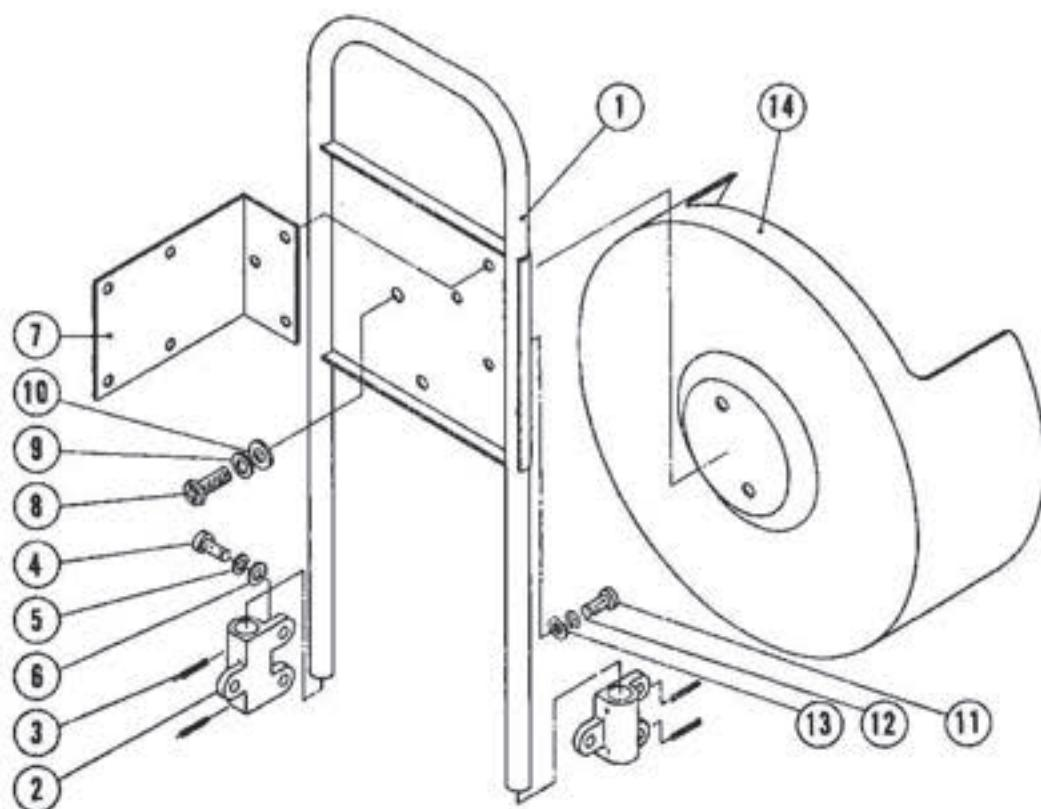

図14.8 バイブフレームアセンブリ(U2121H00)
14.8 バイブフレーム、ワイヤリールカバー(図14.8参照)